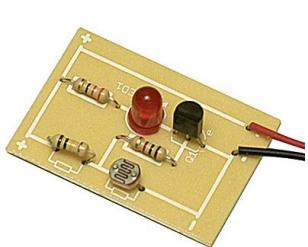
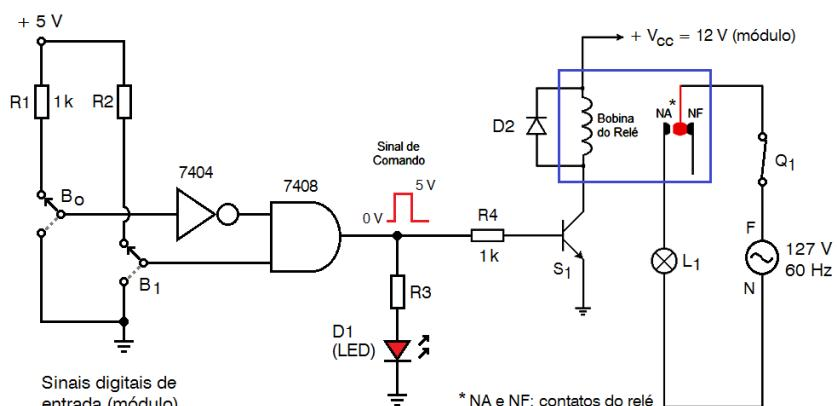

Figura 5 – Placa onde o TJB é acionado pela luz via resistor do tipo LDR. O diodo LED está no circuito de saída, para notificar os estados do transistor.
Figura 6 – Transistor acionado por um sinal digital de 5 V.
**Questão 5** – A Figura 5 mostra a placa de um circuito eletrônico onde o TJB é acionado pela luz, via LDR (resistor dependente da luz ou do inglês *light dependent resistor*), um tipo de resistor cuja resistência varia conforme a intensidade de radiação eletromagnética do espectro visível que incide sobre ele. Na Figura 6 o TJB é acionado por um sinal digital de 5 V.
- Desenhar um esquema aproximado para o circuito da Figura 5 e explicar a sua operação.
- Para o circuito da Figura 6, explicar o acionamento da lâmpada L1 pelas chaves B0 (representando uma botoeira para desligar) e B1 (botoeira para desligar).